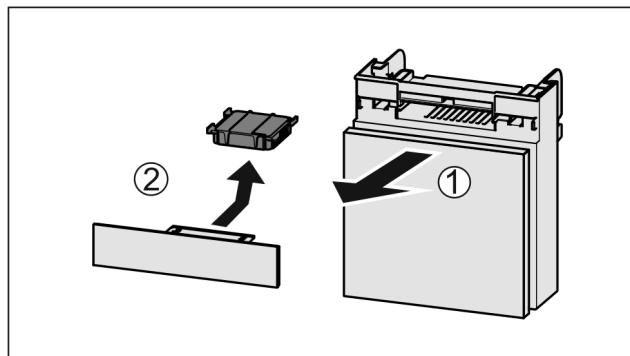

Fig. 143
- ▶ Wyciągnąć *Fig. 143 (1)* komorę do przodu.
- ▶ Wyjąć *Fig. 143 (2)* filtr z węglem aktywowanym.